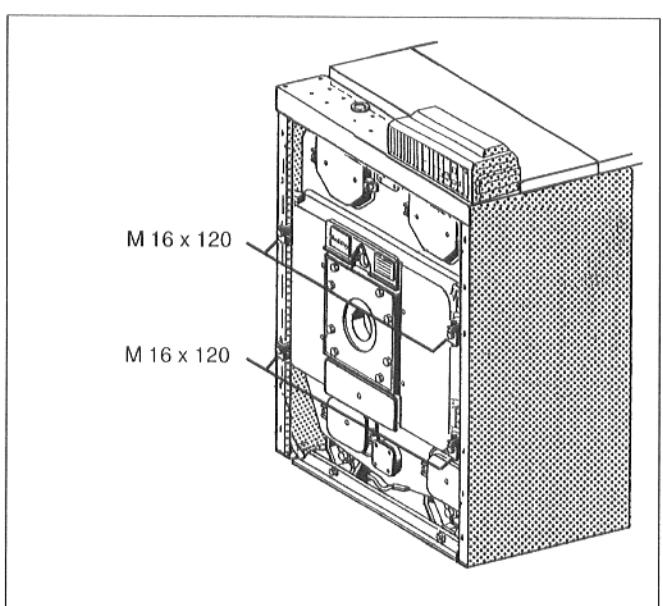

Рис. 60
- Отвинтить у дверцы горелки четыре винта M 16 x 120 (рис. 60).